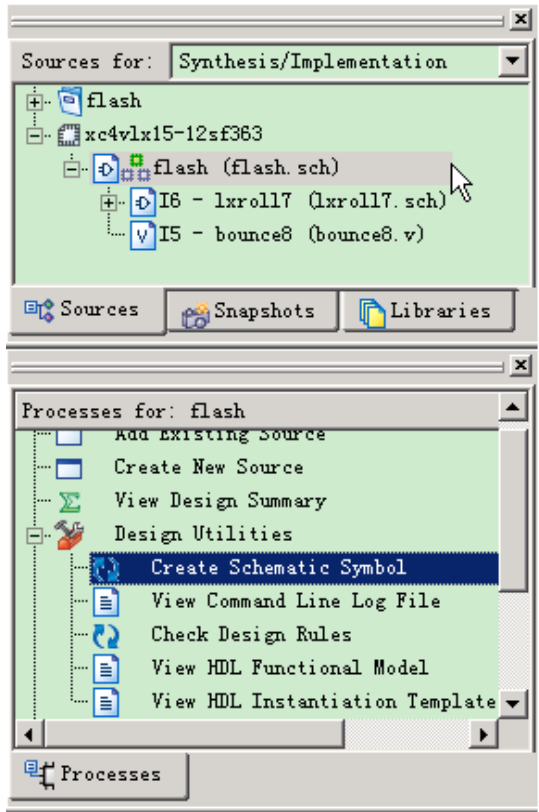

图 2.9 生成用户模块
(5) 完成设计后，可以将设计生成用户器件，以便将来调用。在资源管理窗口中选择需要生成器件的文件，这里选择“flash”，在“Process for: flash”中打开“Design Utilities”，双击“Create Schematic Symbol”生成相应的用户模块。如图 2.9 所示。